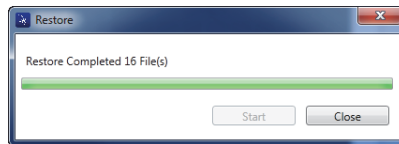

Figure 7-31 Boîte de dialogue Restore (processus terminé)
5. Lorsque le processus de restauration est terminé, cliquez sur **Close** (Fermer) [voir la Figure 7-31 à la page 224].